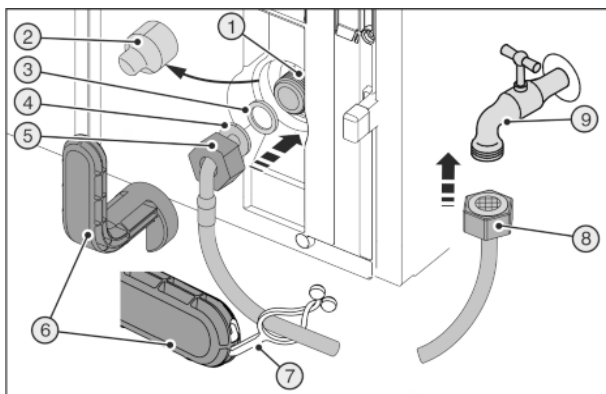
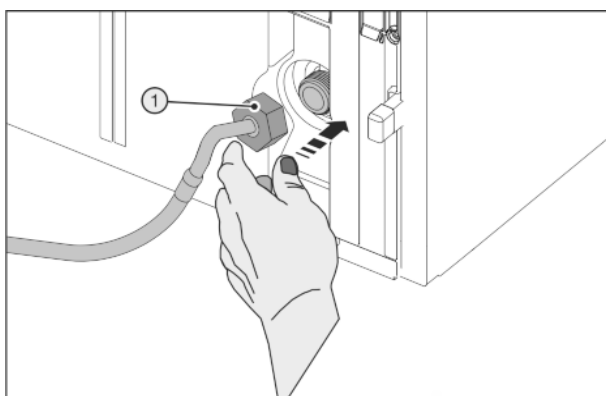

Fig. 28
Fig. 29
Zlomený pomocný nástroj Fig. 28 (6)!
- Používejte pomocné nástroje Fig. 28 (6) výhradně při pokojové teplotě.
- Stáhněte kryt Fig. 28 (2).
- Usnadněná montáž: Rovný konec hadice Fig. 28 (8) položte doleva na podlahu.
- Matici Fig. 28 (5) posuňte přes zahnutý konec hadice Fig. 28 (4) až na konec a držte.
- Těsnění Fig. 28 (3) navlhčete a přitlačte do matice Fig. 28 (5).
- ▷ Těsnění Fig. 28 (3) leží na plochu a je lehce přidržováno.
- Nasadte opatrně matici Fig. 29 (1) a dvěma prsty ji rovně našroubujte na závit, až je dosaženo bezpečné usazení.
- Matici Fig. 29 (1) utahujte pomocným nástrojem Fig. 28 (6) ve směru hodinových ručiček, až je dosažen maximální uťahovací moment a pomocný nástroj Fig. 28 (6) se přetáčí.
- Našroubujte matici Fig. 28 (8) na uzavírací kohout Fig. 28 (9).
- Matici Fig. 28 (8) utahujte pomocným nástrojem Fig. 28 (6) ve směru hodinových ručiček, až je dosažen maximální uťahovací moment a pomocný nástroj Fig. 28 (6) se přetáčí.
- Otevřete uzavírací kohout Fig. 28 (9) na přívodu vody a prověřte těsnost celého vodního systému.
- Zahákněte styčnick Fig. 28 (7) do pomocného nástroje Fig. 28 (6) a upevněte k uschování na nerezové hadici.